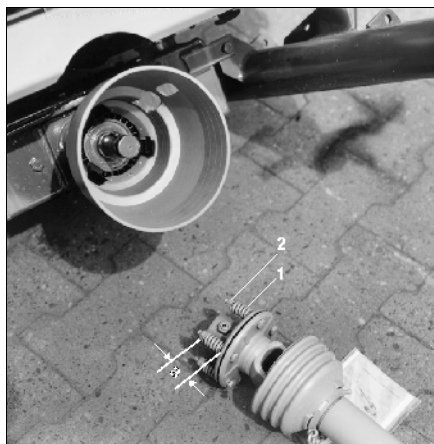

Рис. 54
- Снимите нагрузку с пружин (Рис. 54/1) открутив гайки (Рис. 54/2).